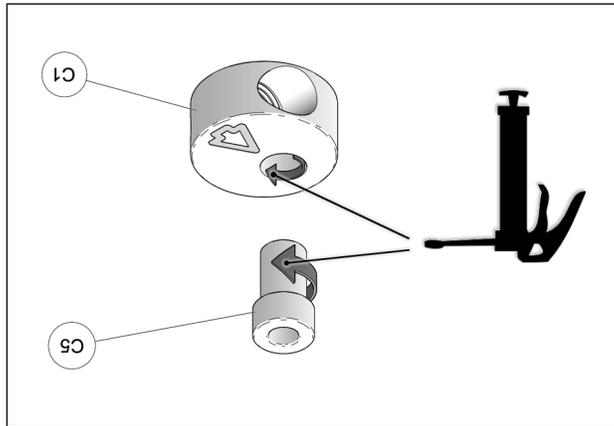

Fig. 21
11. À l'assemblage, les bagues espaceur (C5) doivent être graissées. Appliquer une couche de graisse uniforme sur toute la circonférence de la bague espaceur et dans le logement de l'extrémité en aluminium (C1). Voir la Fig. 21